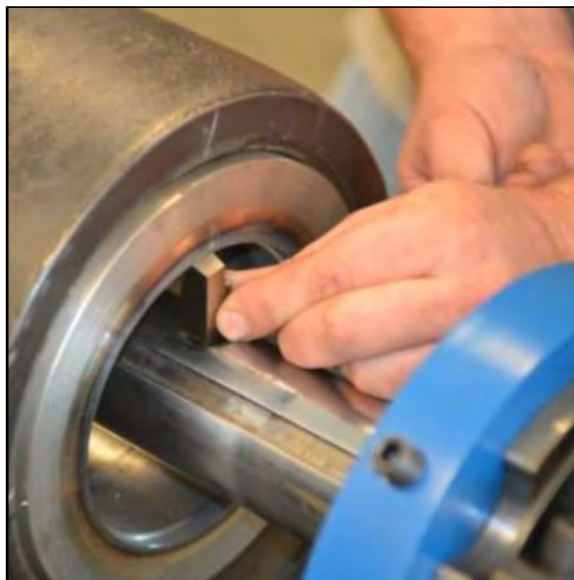

FIGURE 3-7. INSERTION DE L'ACCESSOIRE
2. Insérez l'accessoire dans la fente pour qu'il glisse librement dans le trou broché (voir Figure 3-7).